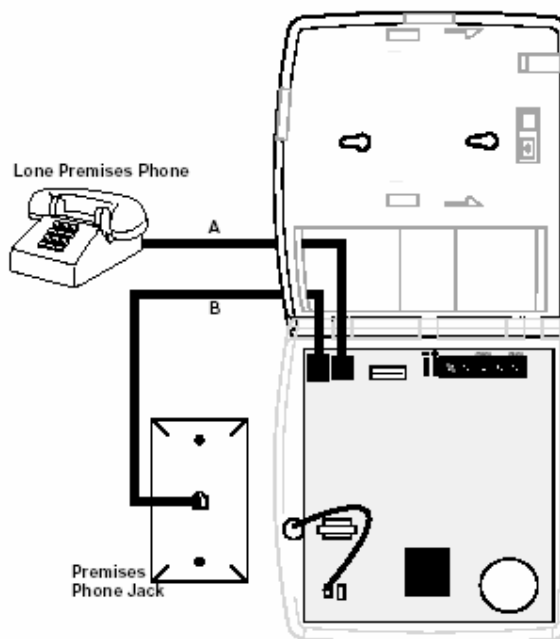

Figure 9. Full Line Seizure Wiring with 1 Premises Phone
- 将现场的电话机的插头拔出插入主机后的 PHONE 接口(图 9 中的 A)。当主机发送报告时此接口会被自动切断。
- 将随主机提供的电话线插至主机后的 LINE IN 接口和现场的电话插座(图 9 中的 B)。